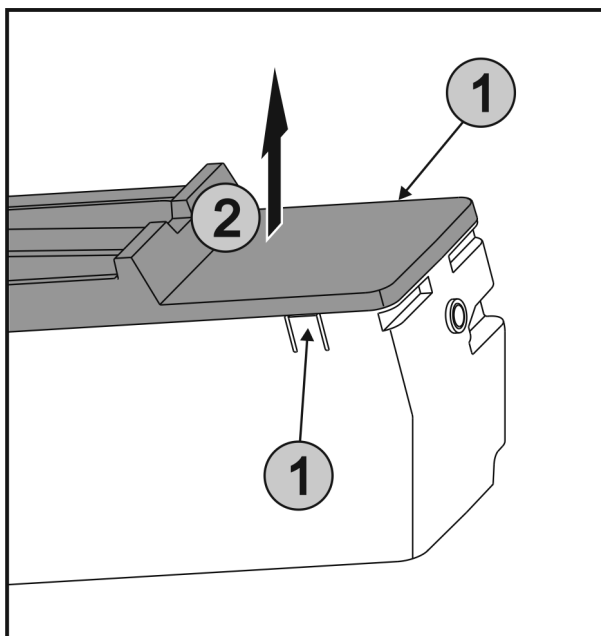

Fig. 61
- ▶ Premere contemporaneamente le linguette Fig. 61 (1) su entrambi i lati di EasyTwist-Ice e rimuovere la copertura sollevandola verso l'alto Fig. 61 (2).